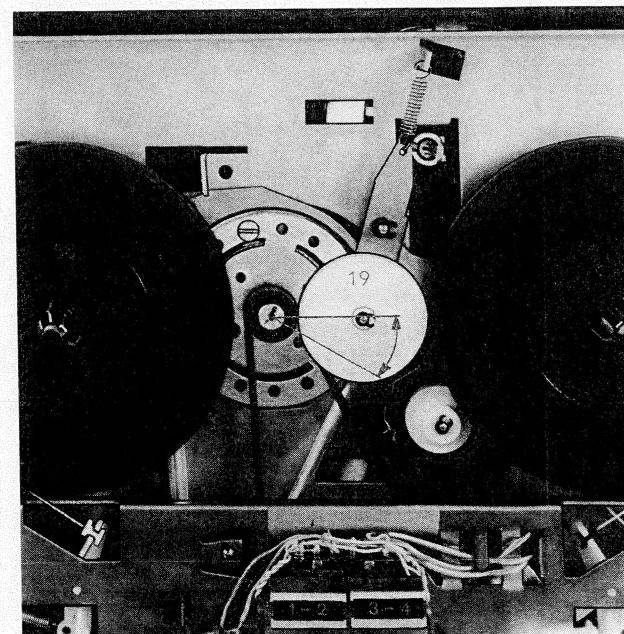

Abb. 7
Beim Einbau des neuen Motors muß der Farbpunkt auf dem Montageflansch etwa in dem angezeigten Sektor liegen. (Abb. 7). Die genaue Lage läßt sich durch Messen der Fremdspannung ermitteln. Es besteht die Möglichkeit, die Lage des Motors in Schritten von 24° zu verändern. Die Masseverbindung wird von der Lötöse unter Schraube (5) mit der Lötöse am Motorflansch hergestellt.